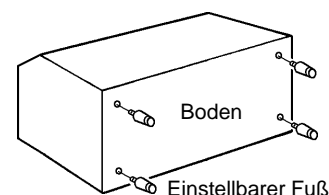

Abb. 3
1) Den Vorratsbehälter vorsichtig auf die Rückseite legen, um Beschädigungen zu vermeiden. Die vier verstellbaren Füße (Zubehör für Vorratsbehälter) in die vier Gewindelöcher auf der Unterseite des Vorratsbehälters einschrauben. Siehe Abb. 3.